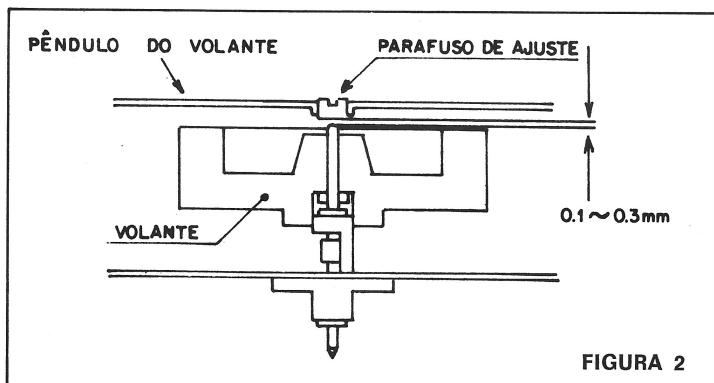

FIGURA 2
- Lentamente, apertar o parafuso de ajuste de folga até tornar-se zero, voltando $1/4 \sim 1/2$ deste ponto, figura 2.